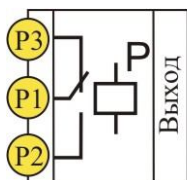

рис.1.1
- релейные (обозначение **P**, рис.1.1)